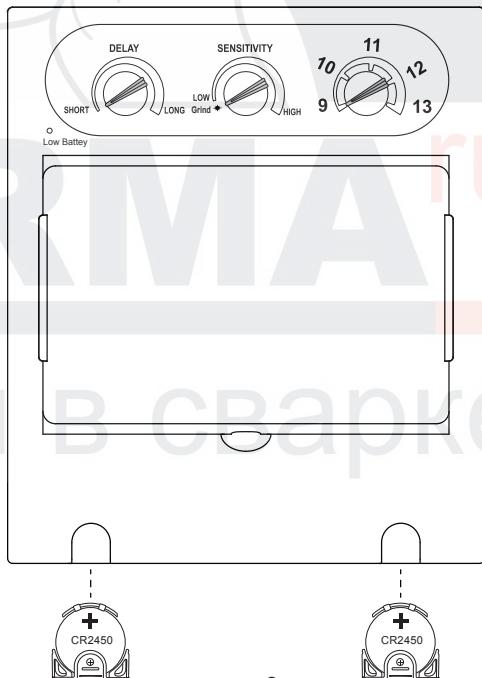

рис. 3
Чувствительность может быть «HIGH» (высокая) или «LOW» (низкая). Плавная регулировка чувствительности светофильтра осуществляется с помощью ручки регулятора «SENSITIVITY», расположенной на внутренней стороне картриджа (см. рис.3). Средневысокая чувствительность рекомендуется для большинства областей применения. Максимальная чувствительность подходит для сварки с малой силой тока, TIG и других особых применений. При работе на солнце, в ярко освещенном помещении или рядом с другим сварщиком необходимо поставить ручку регулятора «SENSITIVITY» в положение «LOW» (низкая) (см. рис.3). Чтобы получить оптимальный эффект, рекомендуется сначала установить высокую чувствительность, а затем постепенно уменьшать до такого уровня, когда светофильтр начнет реагировать только на сварочную дугу, а не окружающее освещение (солнце, яркое освещение в помещение, дуга другого сварщика и т. д.). Если регулятор чувствительности стоит в положении «HIGH», то светофильтр блокируется в темном состоянии.
Светофильтр автоматически возвращается в светлое состояние по окончании сварки. Регулирование времени задержки может исключить преждевременное открытие по окончании сварки, когда дуги уже нет, но раскаленный металл еще ярко светится, а также для предотвращения «мигания» светофильтра при кратковременных паузах. Задержка может быть короткой «S» (0,1 сек.) и длинной «L» (1,0 сек.). Плавная регулировка осуществляется с помощью ручки регулятора «DELAY», расположенной на внутренней стороне картриджа (см. рис.3). Короткая задержка подходит для точечной сварки, длинная задержка для сварки с большой силой тока. Длинная задержка также подходит для TIG сварки на малых токах, и TIG/MIG/MAG сварки в импульсном режиме.
Режим шлифовки «Grind» используется при обработке металла абразивными кругами, шлифовании (см. рис.3). В данном режиме светофильтр выключается. Степень затемнения зафиксирована на 3,5 DIN, что дает чистую видимость при работе с УШМ.
1. Извлеките держатели элементов питания. (см. рис.3)